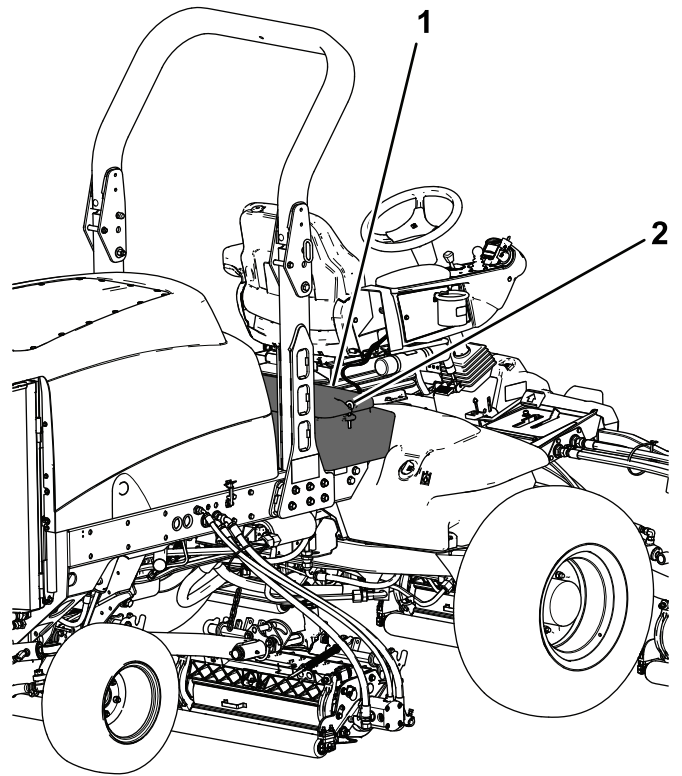

Bild 94
2. Entriegeln und heben Sie die Abdeckung der Bedienerkonsole hoch (Bild 94).